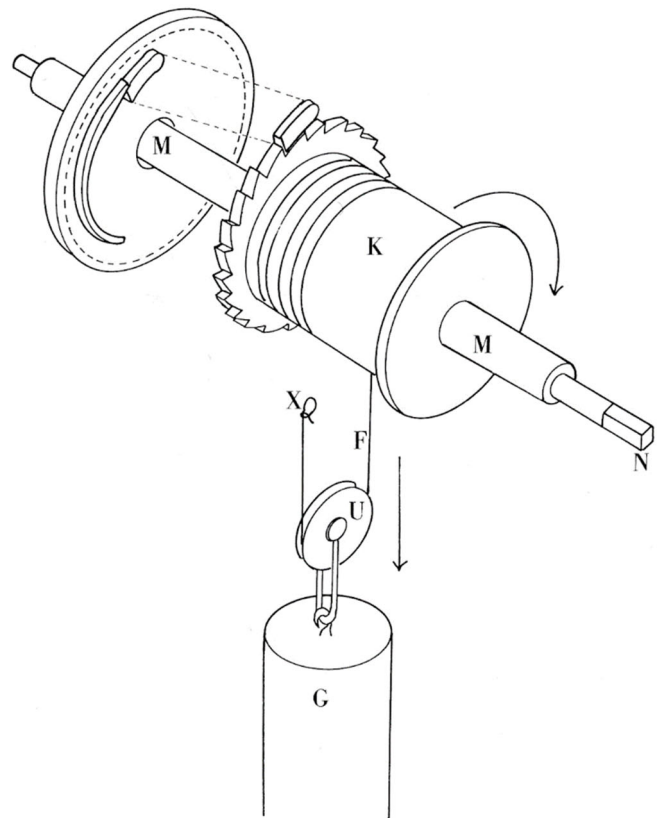

Abb. 983: Gewichts-antrieb mit Gesperr
3. Die dritte Form des Aufzugs wird bei Uhren mit Acht-Tage-Gangdauer verwendet (s. Abb. 983 Gewichts-antrieb mit Gesperr). Die Antriebsachse [M] ist mit einer Walze [K] (bei bergischen und westfälischen Uhren meist aus Holz) fest verbunden und durch die Vorderplatine verlängert, wo sie in einem Vierkant [N] ausläuft. Das Sperrrad [C] ist an der Walze befestigt, der Sperrkegel [A] am Antriebsrad [E], das sonst beweglich an der Antriebsachse [M] sitzt. Die Walze wird von vorne mit einem Schlüssel (oder einer Kurbel) an dem Vierkant [N] gedreht und die Schnur [F], an der ein Gewicht [G] hängt, wird aufgewunden. Die Walze erlaubt mehrere Windungen einer dünnen Schnur oder Darmsaite, so dass das Werk länger laufen kann. Indem man das Gewicht an eine Umlenkrolle [U] hängt und das lose Ende der Schnur am Gehäuse [X] befestigt, kann die Laufzeit weiter verlängert werden. In diesem Falle muss die Schnur doppelt so lang und das Gewicht doppelt so schwer sein.